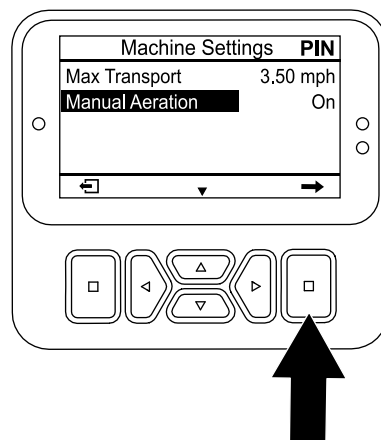

Figura 113
5. Prima o botão baixo até a opção MANUAL AERATION estar seleccionada, depois prima o botão de selecção (Figura 113) para ligar o arejamento manual, com a opção ON.